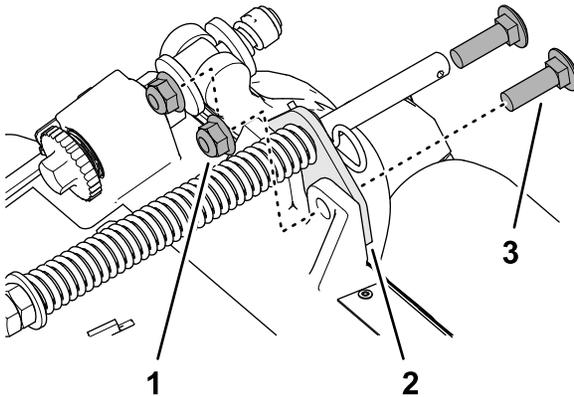

図 14
2. ターフ補正器用ブラケットをカッティングユニットのフレームに固定しているフランジロックナット $\frac{3}{8}$ "2個、キャリッジボルト $\frac{3}{8}$  x 1- $\frac{1}{4}$ "2本を外す 図 14。